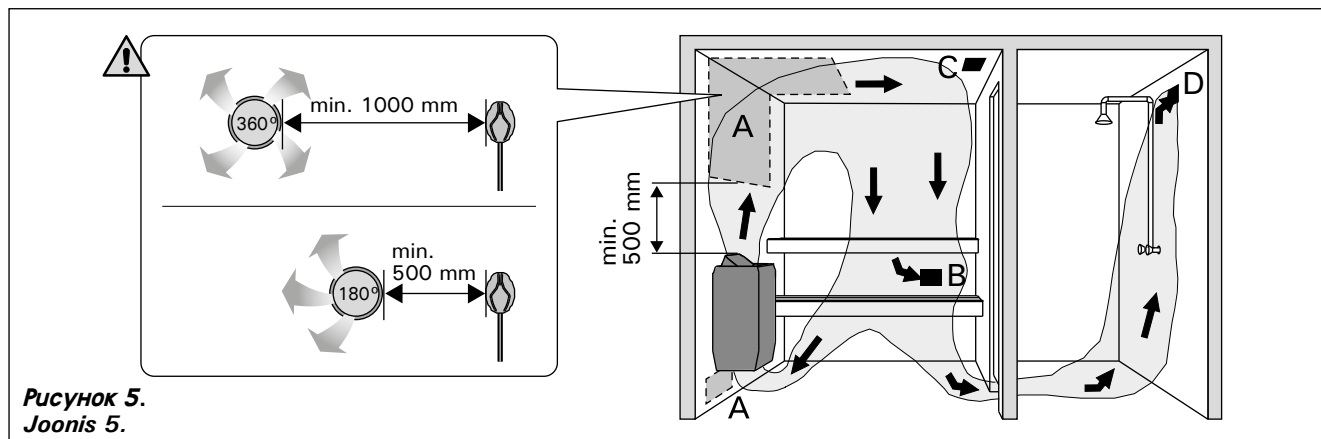

Рисунок 5.
Воздух в сауне должен заменяться шесть раз в час. На рис. 5 показаны варианты вентиляции сауны.
**Вентиляционное окно не должно охлаждать температурный датчик. См. рис. 5.**
- Peale vooluvarustuse ühendusklemmide on РС/-Н/-F-kerised varustatud ühendusega (P), mis võimaldab kütmist juhtida (joonis 7). Sisselülitamisel antakse toitepinge juhtimine keriselt edasi. Kütmise juhtimise kaabel on toodud otse kerise ühenduskarpi ning sealt kerise terminaablokki piki sama jämedusega kummiisolatsiooniga kaablit, mis ühenduskaabelgi.